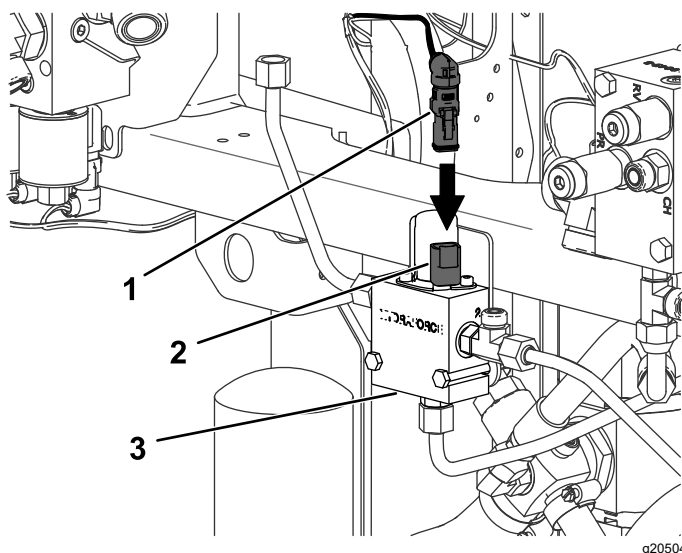

**Figura 30**
11. Ligue a ligação que retirou à tomada livre da nova cablagem (Figura 30).